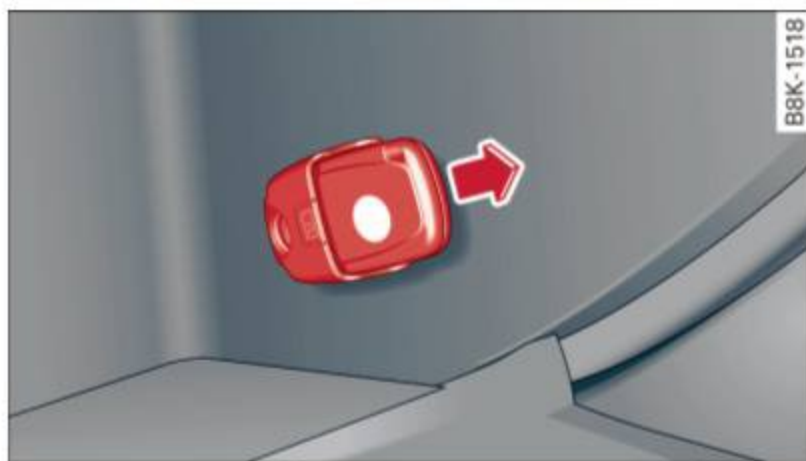

Fig. 89 Compartiment à gants : adaptateur de la clé d'urgence
- ▶ Sortez l'adaptateur pour la clé d'urgence de la boîte à gants ⇒ *fig. 89*.